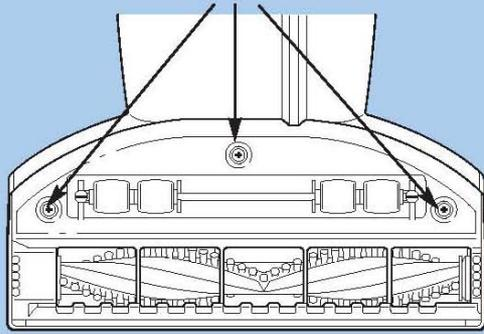

Рисунок 11
- 27 Remove the three screws that secure the base plate that covers the brushroll (Fig. 11).
- 27 Выньте три винта, которые удерживают пластину, закрывающую вращающуюся щетку (Рис. 11). Снимите пластину.
- 27 Retire los tres tornillos que aseguran la placa base que cubre el cepillo (Fig. 11).